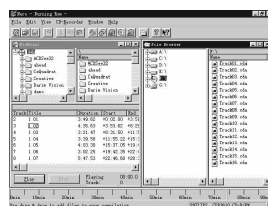

图 4
3. 完成上述设置后,单击右上角的“New”按钮。把数据资料拖放到左上方的数据刻录窗口中,把音轨拖放到左下方的音乐刻录窗口里(图 4)。